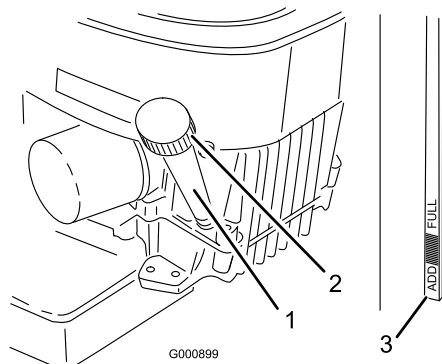

Bild 24
3. Reinigen Sie den Bereich um den Ölpeilstab (Bild 24), damit kein Schmutz in den Einfüllstutzen gelangen und den Motor beschädigen kann.
4. Schrauben Sie den Ölpeilstab los und wischen Sie das Metallende ab (Bild 24).